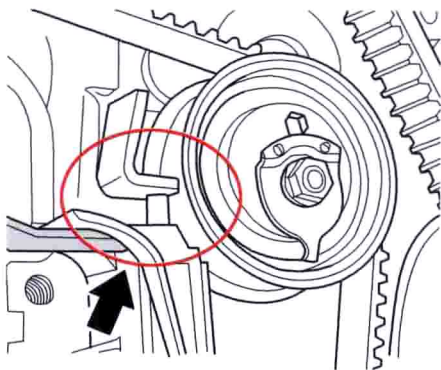

图 3-1 张紧器
3) 熄火拆下发动机正时带罩，再次起动车辆并提高转速至声响发出。可以看见，加速时正时带张紧器与张紧轮相互间存在敲击，这是由于张紧器（图 3-1）失效使其无法起到张紧作用，而张紧轮在正常调节，故出现了相互间的敲击。